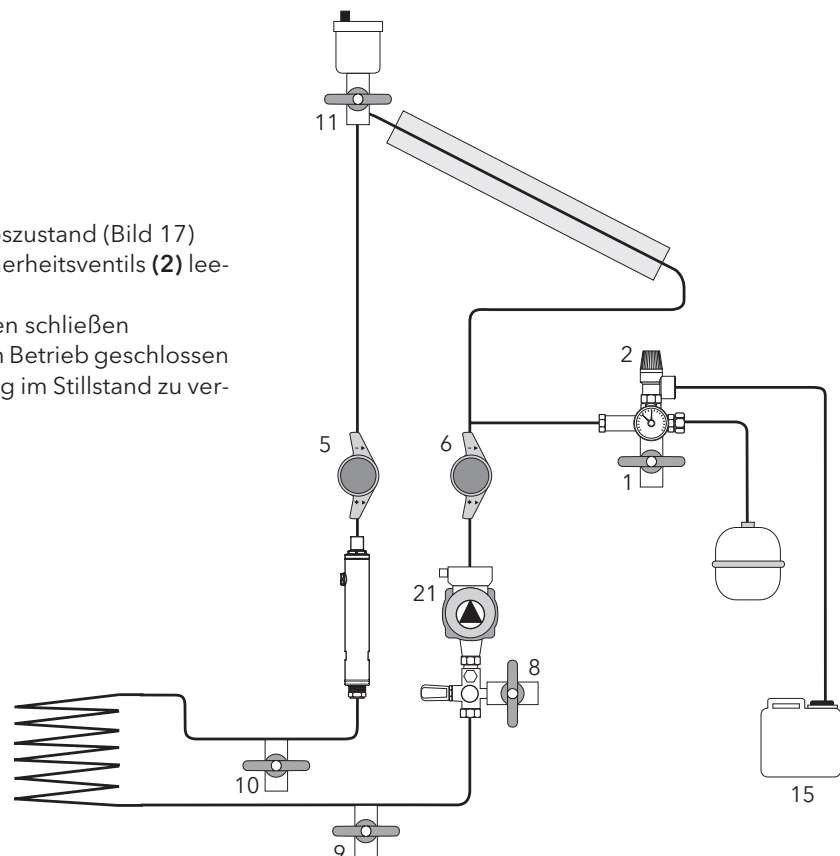

Bild 17 Betriebszustand
- Position der Armaturen im Betriebszustand (Bild 17)
- unter der Abblaseleitung des Sicherheitsventils (2) leeren Solarkanister (15) stellen
- Kugelhahn (11) nach einigen Tagen schließen
- Kugelhahn (11) muss im laufenden Betrieb geschlossen sein, um Austritt von Dampf im Stillstand zu vermeiden